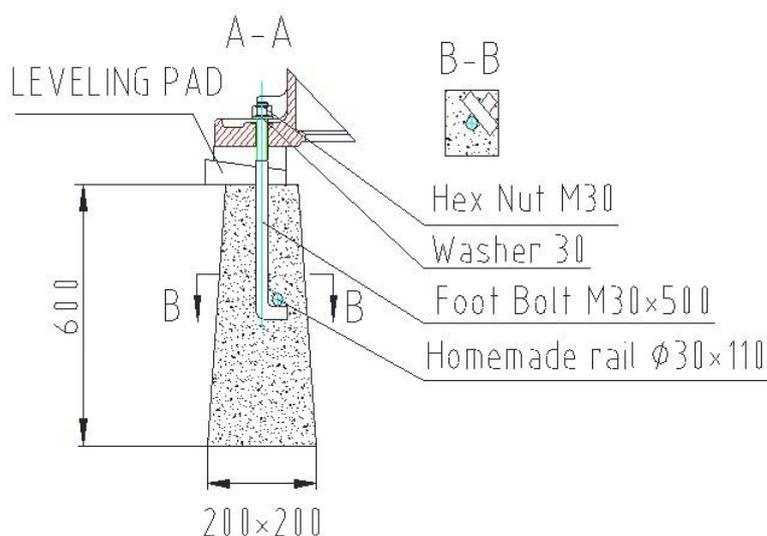

Рис. 2 Схема установки (установочные опоры)
- 2) Отрегулируйте высоту и установку станка, используя установочные опоры. (рис.2)